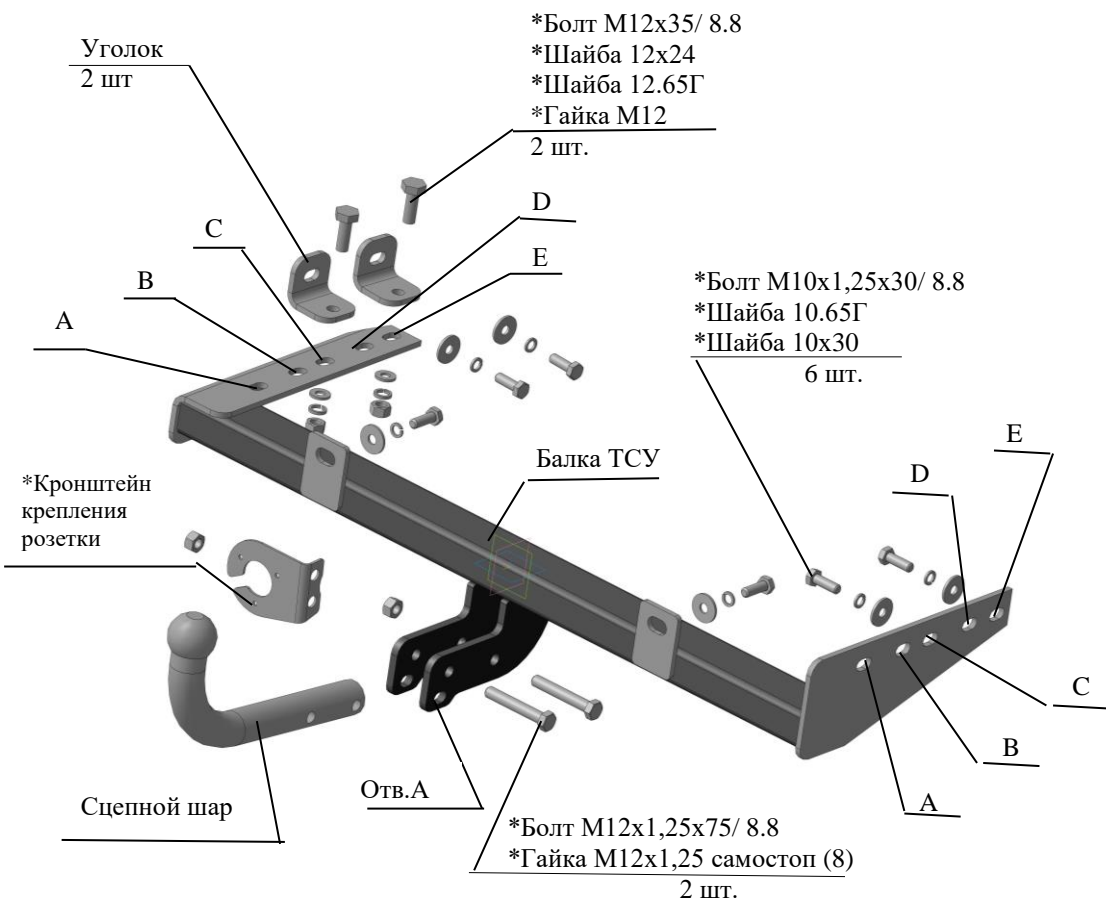

Рис.1 Тягово-сцепное устройство ТСУ 2194.
2.1 ТСУ 2194 в сборе (рис.1)	1 шт.
2.2 Пакет с комплектующими (см. рис.1)+защитный колпак	1+1 шт.
4.2 Закрепить уголки к левому лонжерону болтами М10х1,25х30 и крепежом соответственно рис.1. Для Калина Cross с 2016 г.выпуска установить уголок в
кронштейн крепления глушителя и закрепить его к лонжерону болтом М10х1,25х30 и крепежом соответственно рис.1 Крепеж не затягивать.
4.3 Закрепить балку ТСУ болтами М10х1,25х30 к правому лонжерону (для Калины до 2013 г. выпуска к отверстиям “А” и “С”, для Калины с 2013 г.выпуска к отверстиям “В” и “D”, для Гранта – к отверстиям “С” и “Е”, для автомобилей с 2016 г.выпуска (в том числе для Гранты универсал и Гранты Cross универсал) – к отверстиям “В” и “D” и к уголкам - болтами М12х35 и крепежом соответственно рис.1. Болтами М10х1,25х30 закрепить балку к усилителю задней панели и крепежом – соответственно рис.1. Крепеж не затягивать.